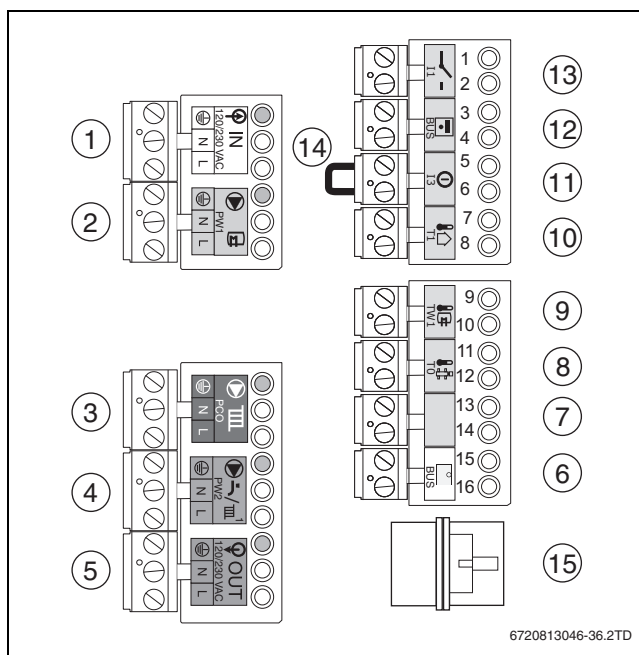

Bild 34 Klemmleisten
- Ein-/Aus-Raumtemperaturregler auf Anschlussklemme  (→ Bild 34, [1]) anschließen (Zubehör).
- Regler auf Anschlussklemme  **BUS** (→ Bild 34, [6]) anschließen. Hierzu ein 2-adriges Stromkabel von 0,4 bis 0,75 mm² verwenden.
- Anschlusskabel [2] an die orange Anschlussklemme  **BUS** (→ Bild 34, [6]) anschließen und zum ersten Funktionsmodul führen.
- Brücke (→ Bild 34, [14]) auf Anschlussklemme **I1** entfernen.
- Außentemperaturfühler auf Anschlussklemme **T1** (→ Bild 34, [10]) anschließen.
- Speichertemperaturfühler auf Anschlussklemme **TW1** (→ Bild 34, [9]) anschließen.
- Heizungspumpe auf Anschlussklemme **PC0** (→ Bild 34, [3]) anschließen.
- Zirkulationspumpe auf Anschlussklemme **PW2** (→ Bild 34, [4]) anschließen.
- Speicherladepumpe auf Anschlussklemme **PW1** (→ Bild 34, [2]) anschließen.
- ▶ Externes 3-Wege-Ventil am Anschlussklemme **PW1** (→ Bild 34, [2]) anschließen.